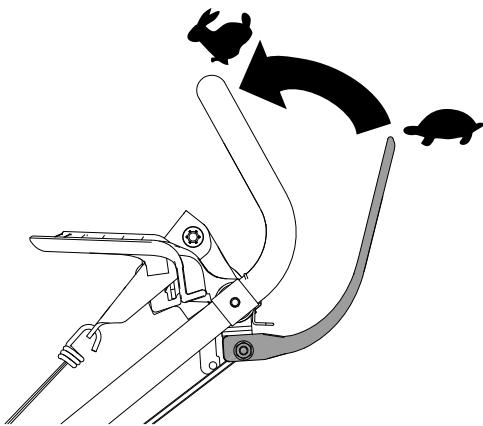

Figura 18
3. Per utilizzare la trazione automatica, premete la barra della trazione automatica (Figura 18).